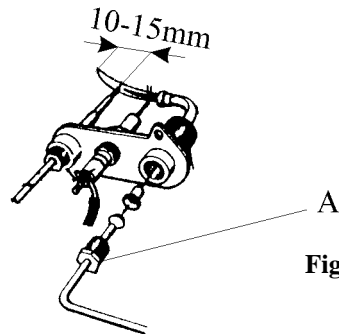

Fig. 7
De spanmoer (A) van de waakvlamleiding losdraaien en de leiding uit de waakvlambrander trekken (fig. 7).
Dévissez l'écrou (A) autour de la conduite de la veilleuse et retirez la conduite (fig. 7).